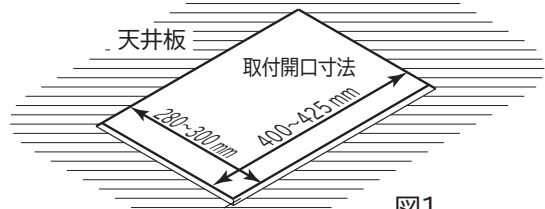
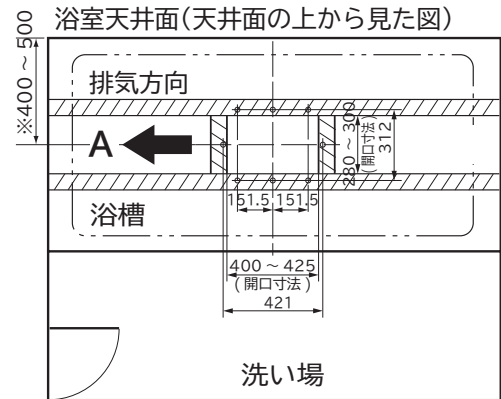

図1
図2
②浴室天井に内寸が図1になるように開口穴を開け、必要に応じて補強材を組みます。(図2)
③-2 排気方向が図2でA方向の場合、温風吹出口が洗い場側に向かないため、次の手順で温風吹出口の向きを変更してください。
③-3 排気ダクトを本体からはずす。 ③-4 付属のパッキンを本体フランジ面の溝に差し込む。